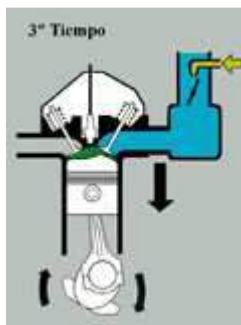

Fig. 3
**Tercer tiempo: explosión (fig. 3)**